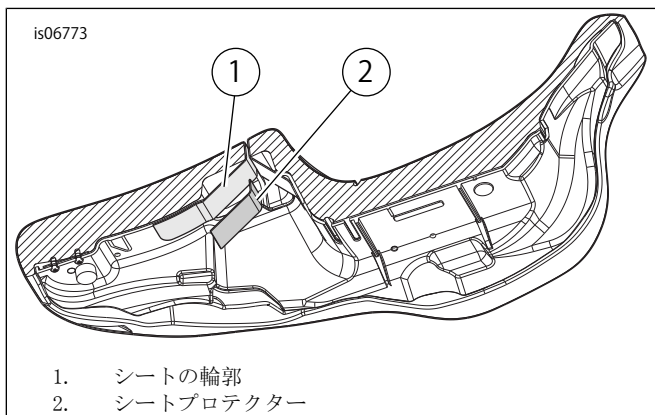

図12。シートの下側
13. 「図12」を参照してください。シートプロテクター(2)が覆う表面の形を確認し、シートの輪郭(1)によりよく合うように、ゆっくりと形成します。